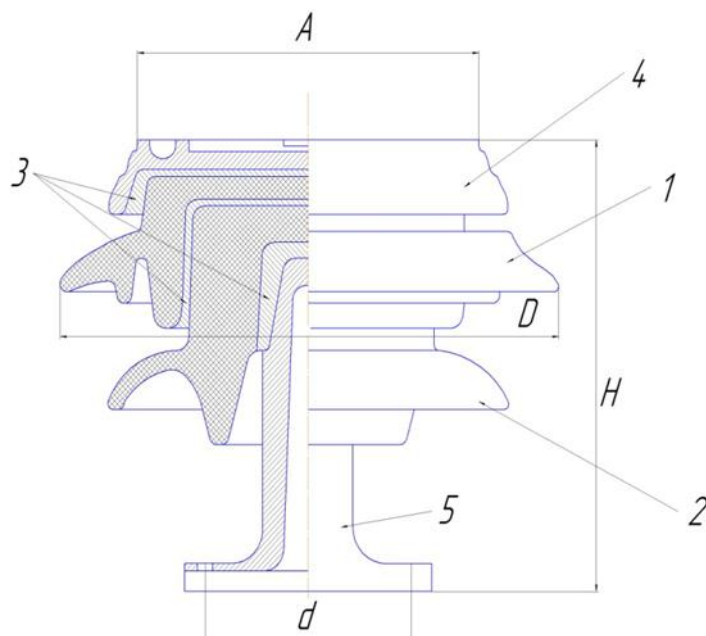

Рисунок 2 – Опорно-стержневой изолятор наружной установки
3. По заданной диаграмме рисунок 2 определить  $\sigma_{\text{ПЦ}}$ ,  $\sigma_B$ ,  $\sigma_T$  (или  $\sigma_{0,2}$ ) – параметры прочностных свойств материала (для диаграммы с выраженной площадкой текучести найти  $\sigma_T$ , если площадка текучести отсутствует – оценить величину  $\sigma_{0,2}$ ).
Опорный стержневой керамический изолятор ОНС изолирует и поддерживает шины контактных деталей в открытом распределительном устройстве. Изолятор представляет собой сплошной круглый стержень с выступающими ребрами. На торцевых частях изолятора закреплены металлические фланцы (колпаки), являющиеся электродами (рис.2).
Например, ОНС-35-2000 (опорный стержневой изолятор наружной установки на напряжение 35 кВ, разрушающая нагрузка его 2000 Па). Опорный стержневой изолятор типа ОНС (см. рис. 2) имеет следующие основные размеры можно выразить диэлектрические потери в изоляционных материалах?